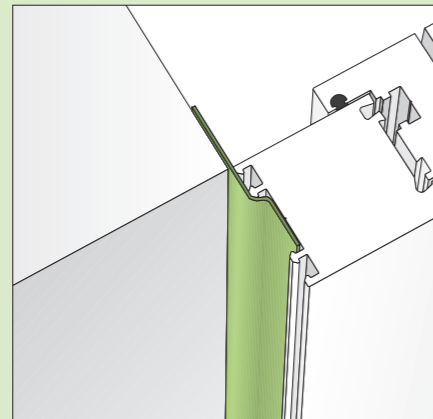

Bild 2: Folie auf die Außenseite des Blendrahmens kleben, Folie in der Flucht zur Wand führen
- Ankleben an der Außenseite des Blendrahmens (Bild 2)